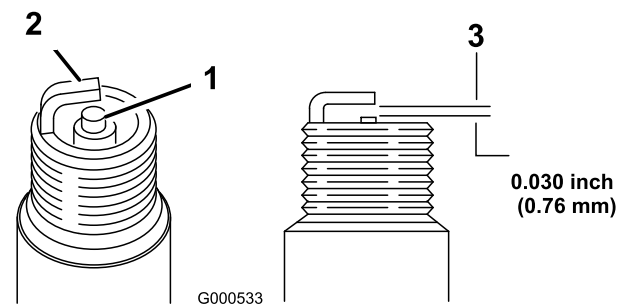

図 54
1. 中央の電極部(図 54)を観察する。
2. すきまゲージでエア・ギャップの点検を行い、隙間の大きさが適切でなければ側面の電極を注意深く曲げて調整する(図 54)。